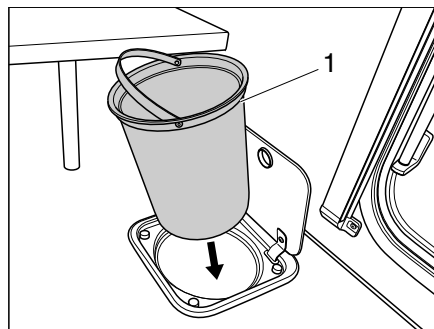

Bild 151 Abfallbehälter Küche
- Abfallbehälter (Bild 151,1) am Henkel entnehmen und nach den gültigen Vorschriften entleeren.